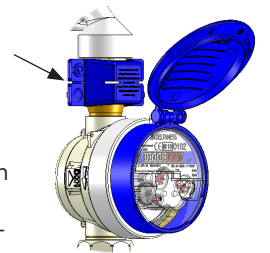

Bild 13 (Verplombung Zapfhahnzähler)
- Zählerverschraubung mittels Plombierschelle (blau) verplomben (Bild 13). Optional Drahtplombe bei Rohrbelüfter verwenden.